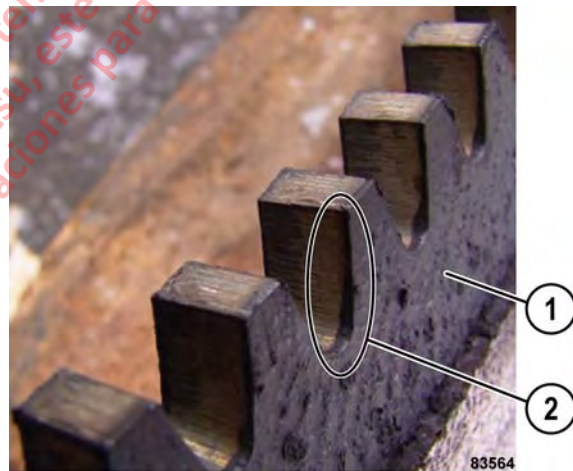

FIGURA 7-4. DIENTE INTERNO DEL DISCO
1. Inspeccione el diente interno de cada disco de fricción para asegurarse de que no tenga rebabas ni excesos de adhesivo. Consulte el punto Figura 7-4.